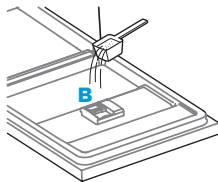

Fig. 3
3. Para uma melhor performance, especialmente para louças muito sujas, adicione um pouco de detergente na porta da lava-louças (B - Fig. 3) Essa quantidade adicional de detergente será utilizada durante o ciclo de pré-lavagem.